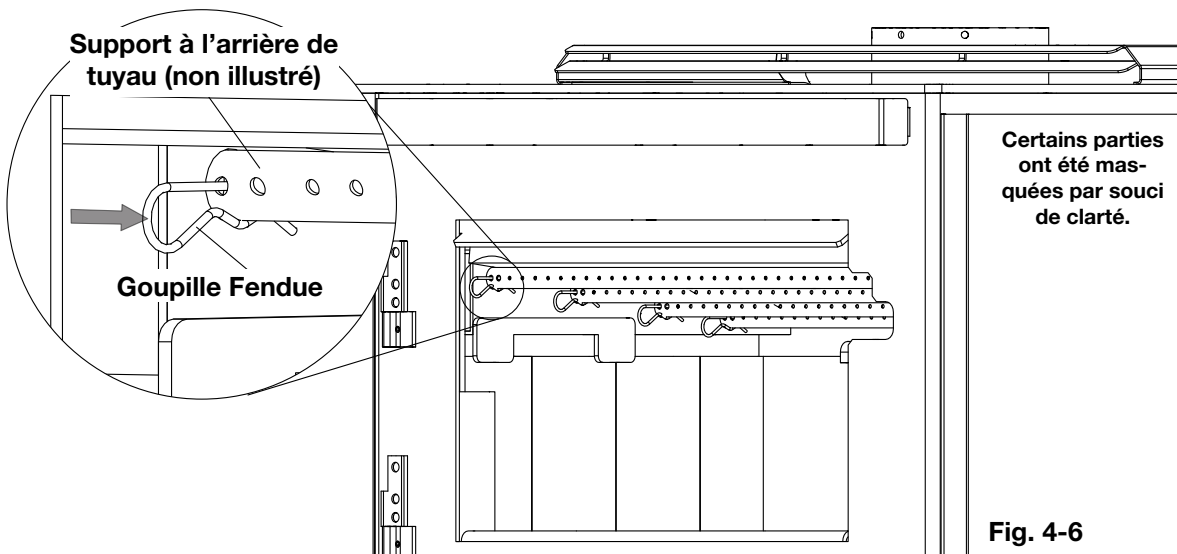

Fig. 4-6
3. Alignez le trou du tuyau d'air secondaire avec le trou du support à l'intérieur du côté gauche de la chambre de combustion, puis insérez une goupille fendue (fournie) (**Fig. 4-6**).